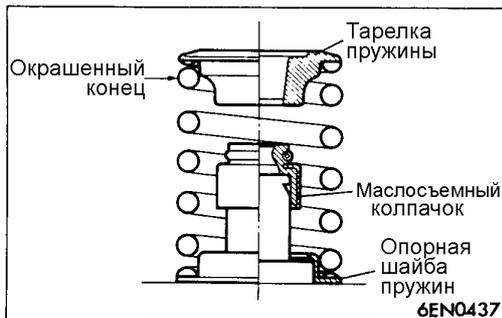

Рис. 11.37
- (1) Окрашенный конец пружины должен находиться со стороны коромысла клапана (рис. 11.37).